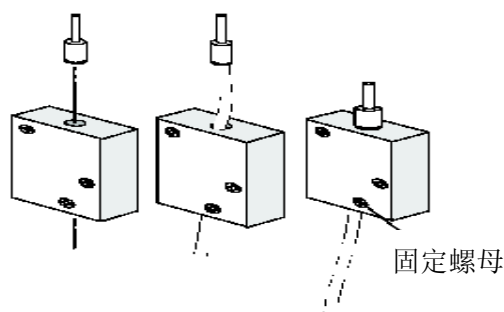
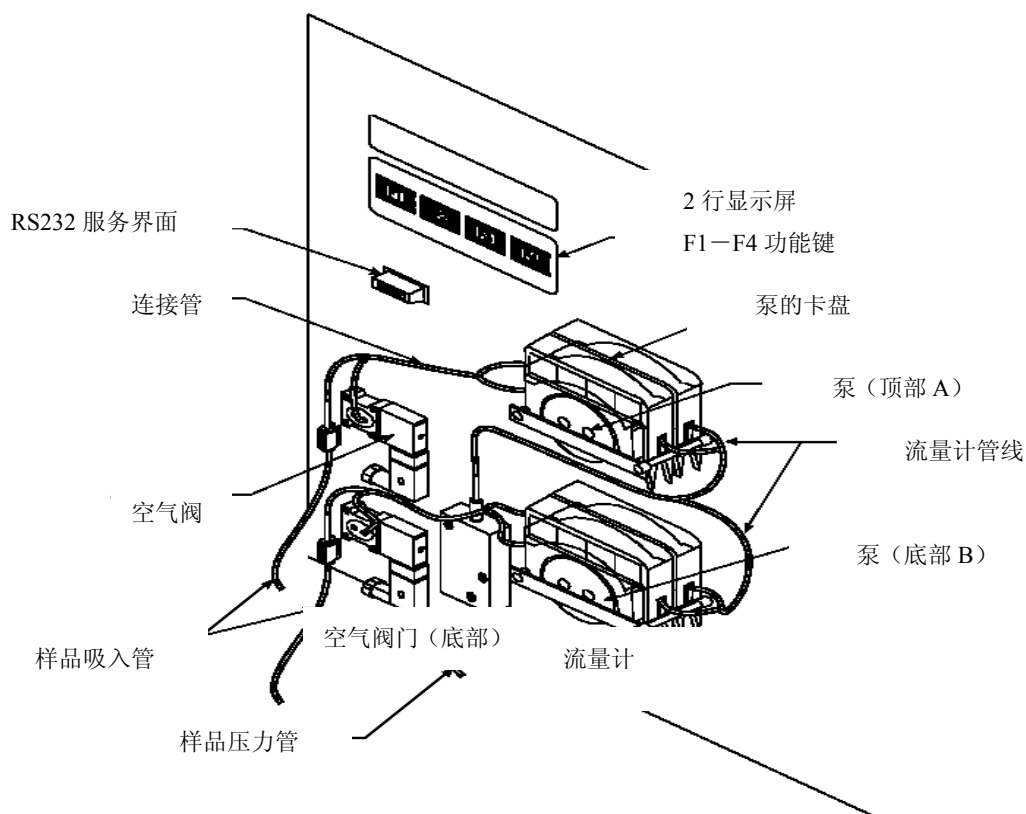

图 9 将压力管安装在流量计上
图 11 泵中管线的连接
6. 把每个样品管连接到和空气阀和泵的卡盘连接的蓝色接头上。(图 11)
5. 松开流量计上的螺母（请看图 9）把样品管通过它连接到接头上（请看图 11）。
1. 保证泵中的管线正确的连接在蠕动泵的卡盘中。（请看图 11）。